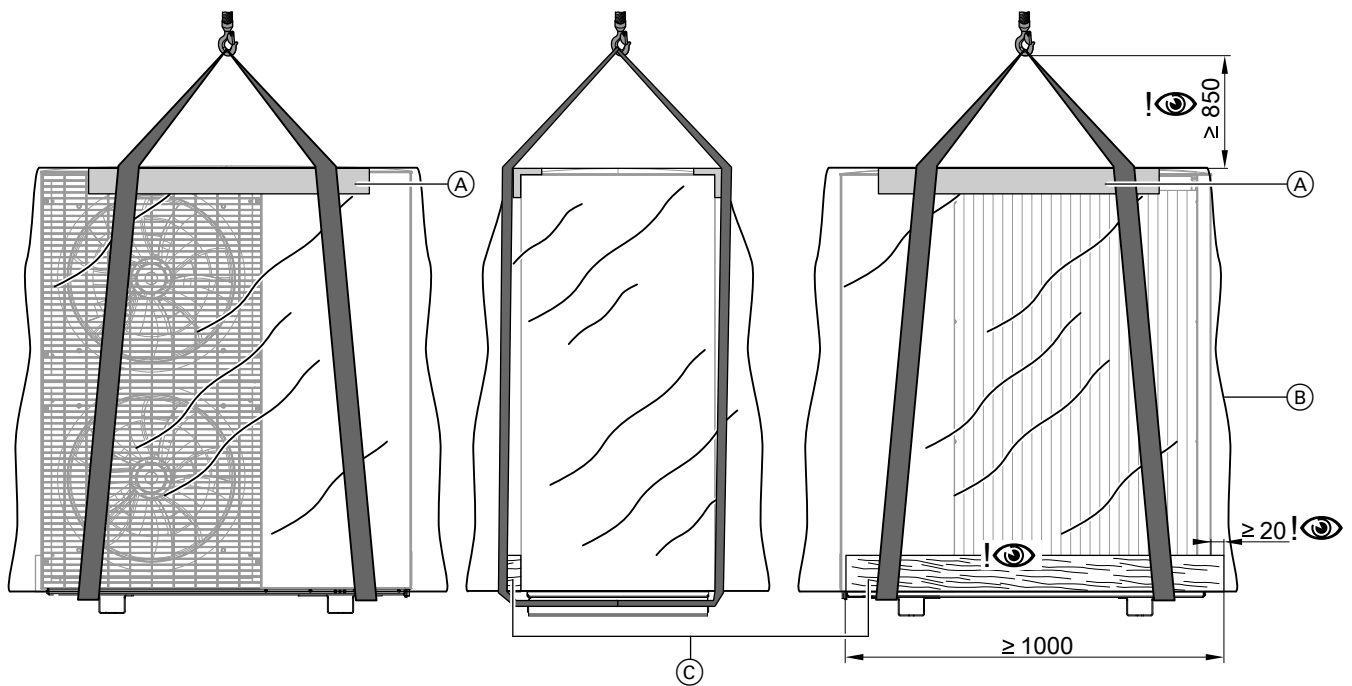

Abb. 9 Transport mit Kran am Beispiel der Ausseneinheit mit 2 Ventilatoren
3. Kantenschutzwinkel bauseits an der vorderen und hinteren Oberkante der Ausseneinheit anlegen. Gurtbänder fachgerecht um die Ausseneinheit legen: Siehe Abb. 9.